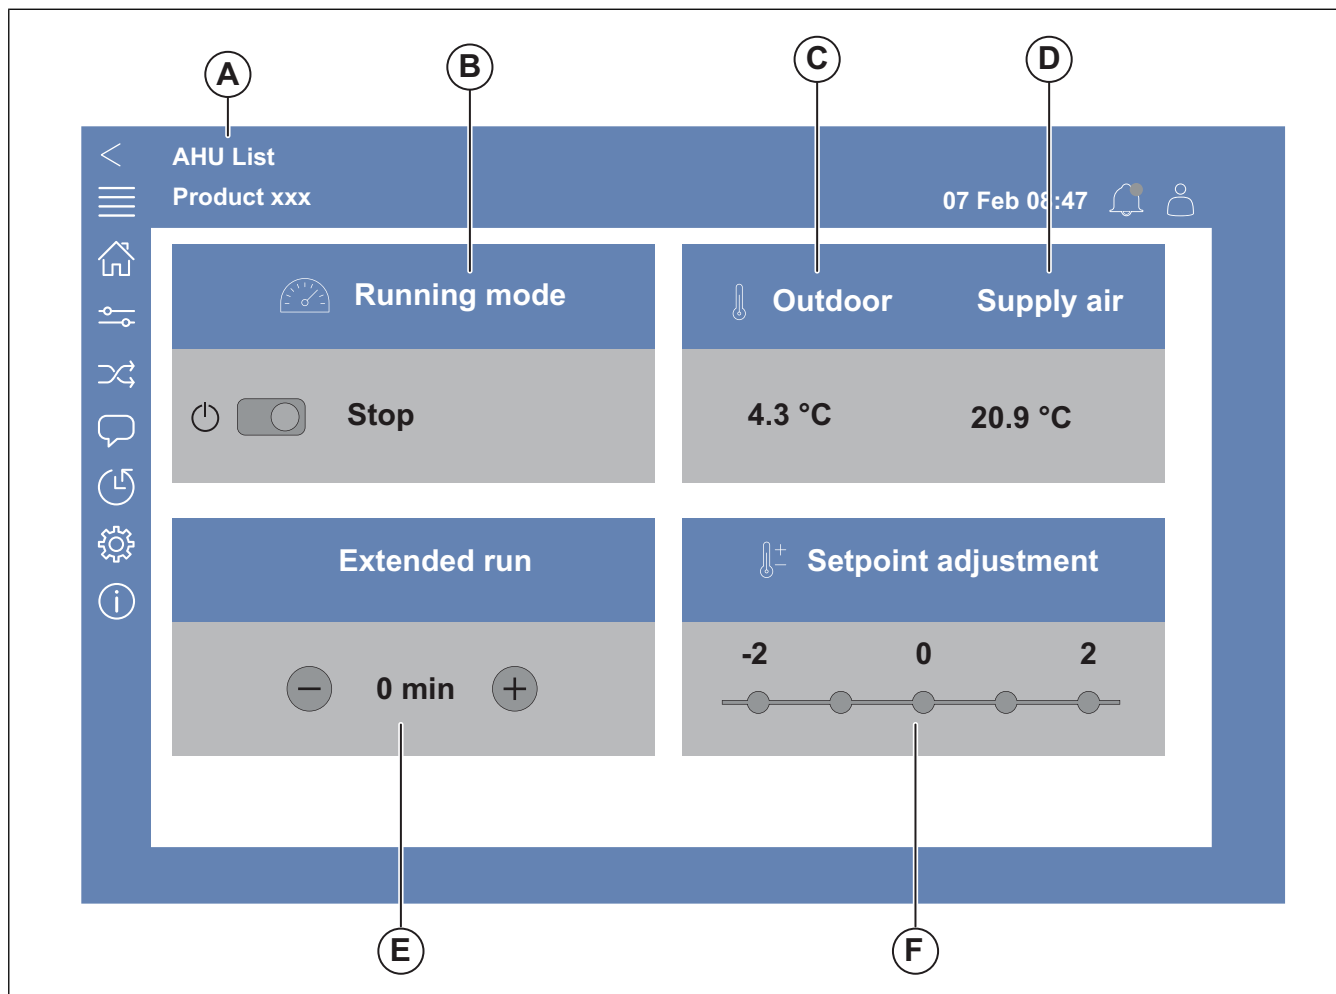

Fig. 1 Pagina principale
- Premere la lista UTA (A), consultare Fig. 1 Pagina principale. I prodotti disponibili sono visualizzati sullo schermo.